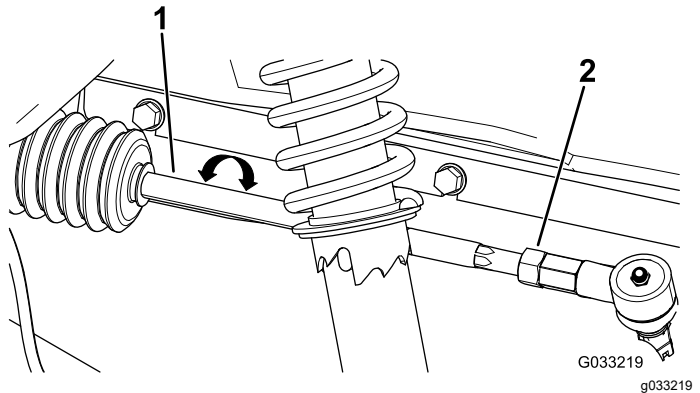

Figura 47
2. Si la distancia no es de 0 mm – 6 mm (0 – ¼"), afloje las contratuercas en el extremo exterior de las bielas (Figura 47).